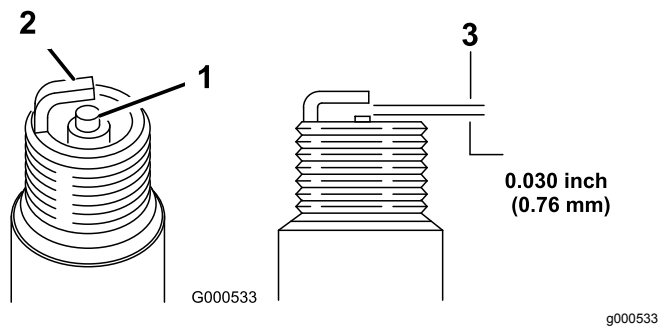

Figura 21
5. Ajuste la distancia entre los electrodos en la nueva bujía a 0,76 mm, según se muestra en Figura 21.